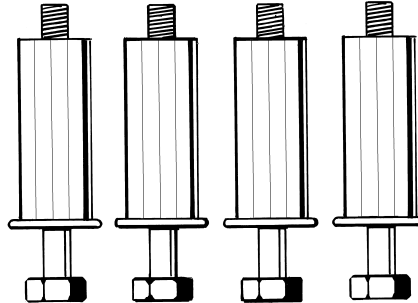

Fig. 1
**I faut obligatoirement retirer le bridage de transport avant d'utiliser la machine (voir la Fig. 1).**